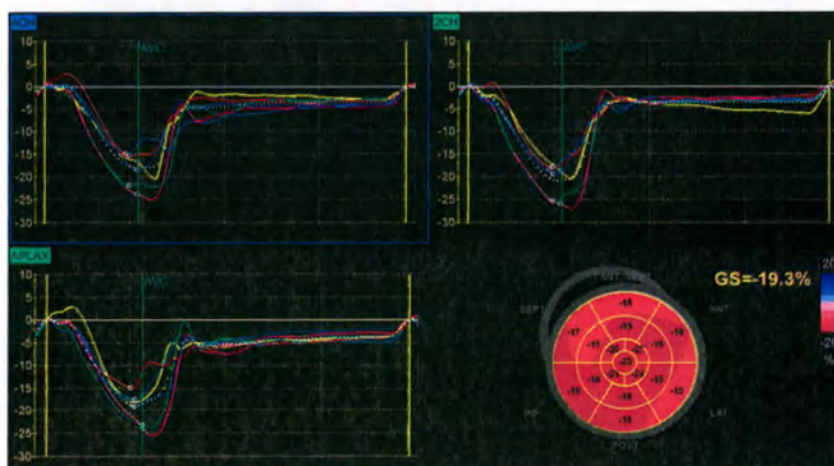

Рис. 8-22. Экран круговой диаграммы и кривых
1. Нажмите **BE+Traces** (Круговая диаграмма+кривые). Откроется экран *круговой диаграммы и кривых* (см. Рис. 8-22).